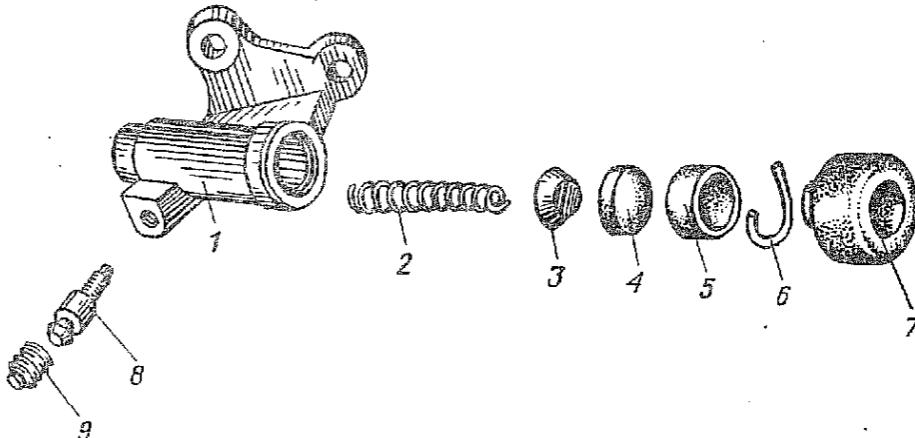

Рис. 130. Цилиндр привода выключения сцепления:
- 1.1. Снять колпачок 9 (рис. 130) клапана и вывернуть из цилиндра 1 клапан 8 (ключ 8).
3.2. Установить в цилиндр 1 (рис. 130) последовательно пружину 2, распорный грибок 3, манжету 4, поршень 5, стопорное кольцо 6, защитный колпак 7 (щипцы для стопорных колец).